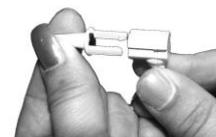

Bild 32
- Zum Einsetzen einer neuen Sondenspitze stecken Sie diese, wie in Bild 32 gezeigt, in die rechts und links an der Sonde befindlichen Führungen.